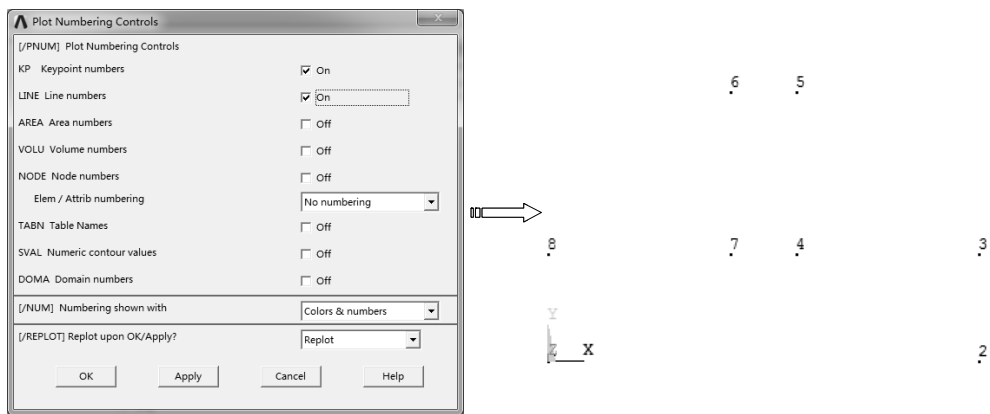

图 10-52 显示绘制的关键点
3) 选择“Utility Menu>PlotCtrls>Numbering”命令，弹出“Plot Numbering Controls”对话框，选中“Keypoint numbers”复选框，单击“OK”按钮，此时显示所创建的关键点，如图 10-52 所示。